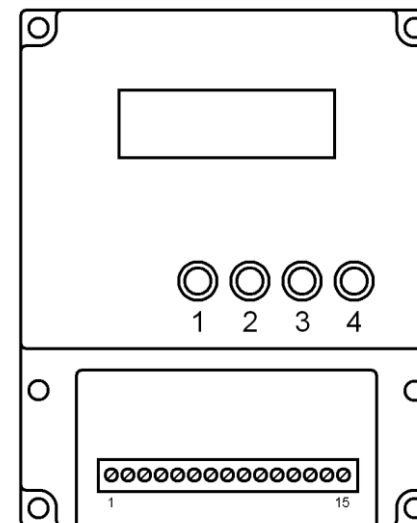

Рис. 3
4.3 Подключение соединительных проводов к клеммным колодкам электронного блока должно происходить в соответствии с Рис. 3 руководства по эксплуатации.
6.2. ИЗМЕРИТЕЛЬ монтируется в щите или пульте, для этого предусмотрены четыре крепежных отверстия. Клеммная колодка для подключения к внешним цепям находится на передней панели под крышкой расположенной в нижней части ИЗМЕРИТЕЛЯ. Сечение жил кабеля не должно превышать 2мм. Схема расположения выводов контроллера представлена на Рис.3, назначение каждого из них – в Таблице 1.